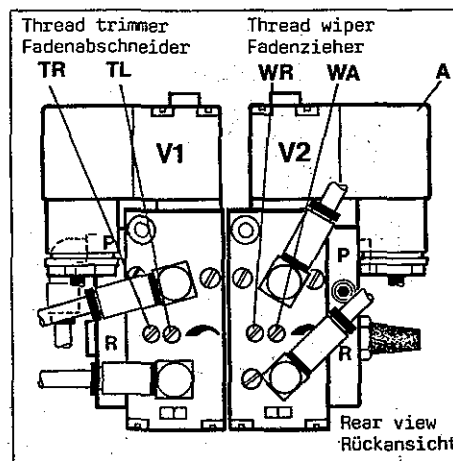
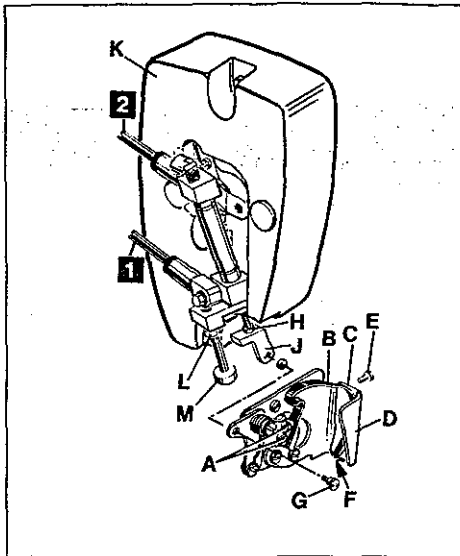
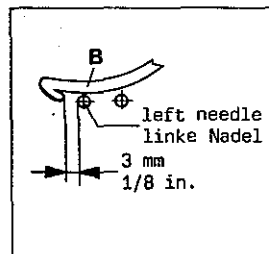
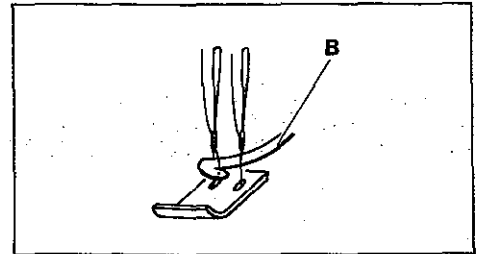

Fig. 51
Fig.52
Fig.55
Fig.54
6.1 Keep power and air supply of thread wiper disconnected by loosening the securing screw and pulling-out plug (A, Fig. 51) on valve (V2) and by disconnecting the PA-tubes (1 and 2, Fig. 52) on the air cylinder of the wiper.
When the hook (B, Fig. 54) returns from left to right it must catch the needle threads and draw them to leaf spring (C, Fig. 52) for clamping.
For adjustment loosen screws (A, Fig. 52), set as required and retighten screws.
6.2 The wiper hook (B, Fig. 52) and leaf spring (C) for clamping the needle threads should be approximately flush at point (F) when the hook (B) is in its right end position.
After loosening screw (E, Fig. 52) set the lower end of leaf spring flush to the lower edge of bracket (D) at point (F). Retighten screw (E).
For adjustment of hook (B, Fig. 52) loosen screw (G) and nut (H) and screw stop (J) in or out as required. Retighten nut (H) and reconnect wiper with screw (G).
6.1 Trennen Sie den Fadenzieher von der Strom- und Luftzufuhr durch Lösen der Sicherungsschraube und herausziehen des Steckers (A, Fig. 51) am Ventil (V2) und durch Lösen der PA-Schläuche (1 und 2, Fig. 52) am Luftzylinder des Fadenziehers.
Wenn der Haken (B, Fig. 54) von links nach rechts zurück schwenkt muß er die Nadelfäden mitnehmen und zum Festklemmen zur Blattfeder (C, Fig. 52) ziehen.
Zur Einstellung lösen Sie die Schrauben (A, Fig. 52), stellen entsprechend ein und ziehen die Schrauben wieder an.
6.2 Der Haken für Fadenzieher (B, Fig. 52) und die Blattfeder (C) zum Klemmen der Nadelfäden müssen in der rechten Endstellung des Hakens (B) im Punkt (F) in etwa bündig sein.
Stellen Sie nach Lösen der Schraube (E, Fig. 52) das untere Ende der Blattfeder (C) bündig zur unteren Kante des Halters (D) bei Punkt (F). Ziehen Sie die Schraube (E) wieder an.
Zur Einstellung des Hakens (B, Fig. 52) lösen Sie die Schraube (G) und die Mutter (H) und schrauben den Anschlag (J), nach Bedarf ein oder aus. Ziehen Sie die Mutter (H) wieder an und verbinden Sie den Fadenzieher wieder mit der Schraube (G).
6.2 Stop screw (M, Fig. 52) limits the motion of the wiper hook to the left. Loosen nut (L) and set the stop screw (M) so that stop (J) strikes against it when the wiper hook (Z, Fig. 55) is 3 mm (1/8 in.) left of the left needle. Retighten nut (L, Fig. 52).
HINT: For disassembling head cover (K, Fig. 52) remove screw (G), the two head cover fastening screws and disconnect PA-tubes (1 and 2).
The speed for the movement of the thread trimmer mechanism to the left for cutting is regulated with screw (TL, Fig. 51) and the speed for the movement to the right in home position is regulated with screw (TR) on valve (V1).
The speed for the movement of the wiper hook to the left is regulated with screw (WL, Fig. 51) and the movement to the right in home position is regulated with screw (WR) on valve (V2).
6.2 Die Anschlagsschraube (M, Fig. 52) begrenzt den Weg des Hakens für Fadenzieher nach links. Lösen Sie die Mutter (L) und stellen Sie die Anschlagsschraube (M) so, daß der Anschlag (J) an ihr anschlägt, wenn der Haken für Fadenzieher (Z, Fig. 55) 3 mm links der linken Nadel steht. Ziehen Sie die Mutter (L, Fig. 52) wieder an.
HINWEIS: Entfernen Sie zum Abnehmen des Kopfdeckels (K, Fig. 52), die Schraube (G) sowie die beiden Kopfdeckel-Befestigungsschrauben und lösen Sie die PA-Schläuche (1 und 2).
Die Geschwindigkeit für die Bewegung des Fadenabschneidermechanismus nach links zum Schneiden wird mit der Schraube (TL, Fig. 51) und für die Bewegung nach rechts in die Ruhestellung mit der Schraube (TR) am Ventil (V1) reguliert.
Die Geschwindigkeit für die Bewegung des Hakens für Fadenzieher nach links wird mit der Schraube (WL, Fig. 51) und für die Bewegung nach rechts in die Ruhestellung mit der Schraube (WR) am Ventil (V2) reguliert.